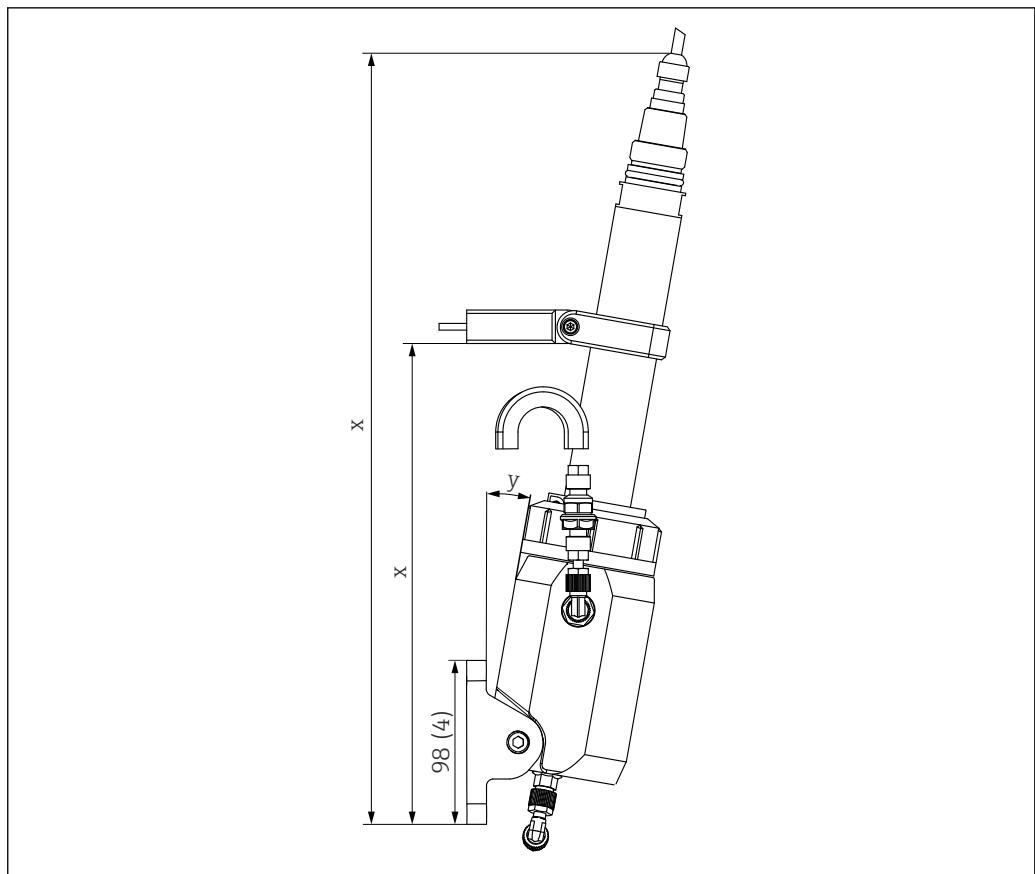

图 5 使用安装支架安装后的传感器外形尺寸, 单位: mm (in)
对于不同的测量点，可单独设置传感器的倾斜角度。倾斜角度由定位盘在安装板上的位置决定→ 图 5, 图 11。
1. 将定位盘保持在安装支架上方的安装点。操作时注意外形尺寸→图 5, 图 11。